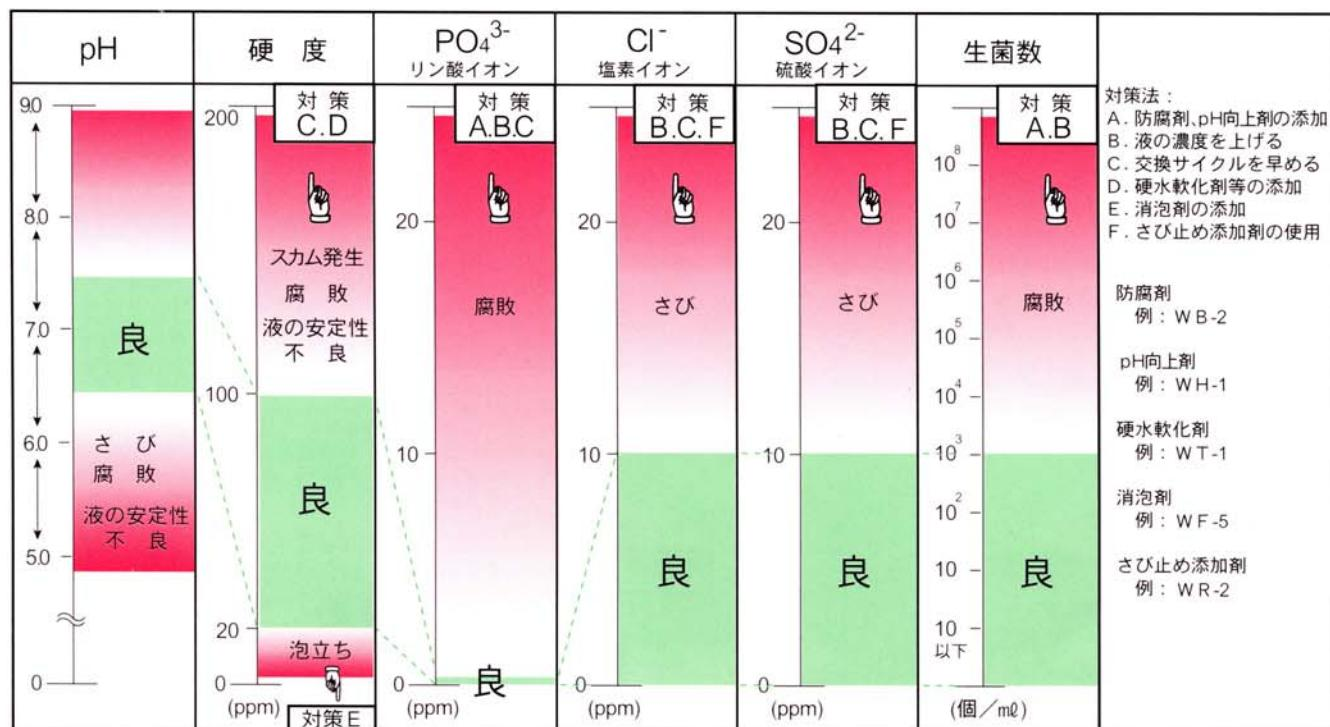

図4 希釀水の性状
④項には二つの理由があり、一つは、新液をチャージした直後のクーラントは、カルシウム石けんの生成や切り屑への成分の吸着による組成変動が大きいためです。二つ目は、更液直後のクーラントは、表2に示すように残留クーラントの影響を受けるためです。このため、新液をチャージした直後の濃度は高めにすることが大切になります。
⑤項に関しては、クーラントの大部分が希釀水であり、水質の良否がクーラントの寿命や性能に大きな影響を与えるからです。希釀水として好ましい水質の範囲を、図4に示しますが、図4の良の範囲に入らない場合の調整として、表中に示した対策方法があります。